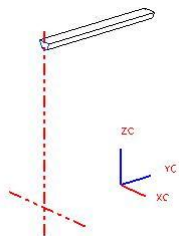

图7-68
12. 选择上一步绘制的草图轮廓，在【成形特征】工具条中单击【拉伸】按钮，弹出【拉伸】对话框。在【结束】输入框中输入“-90”，单击  按钮创建拉伸特征，如图 7-68 所示。